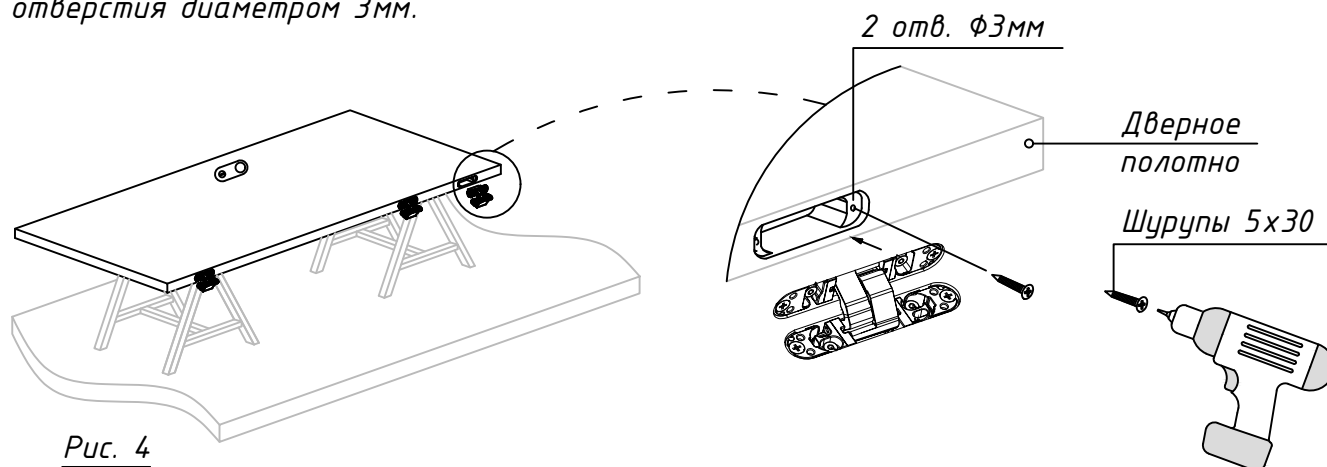

Рис. 4
3.1. Установите петли в соответствующие пазы дверного полотна, согласно маркировке, и зафиксируйте их шурупами 5х30 (см. рис. 4), предварительно просверлив отверстия диаметром 3мм.